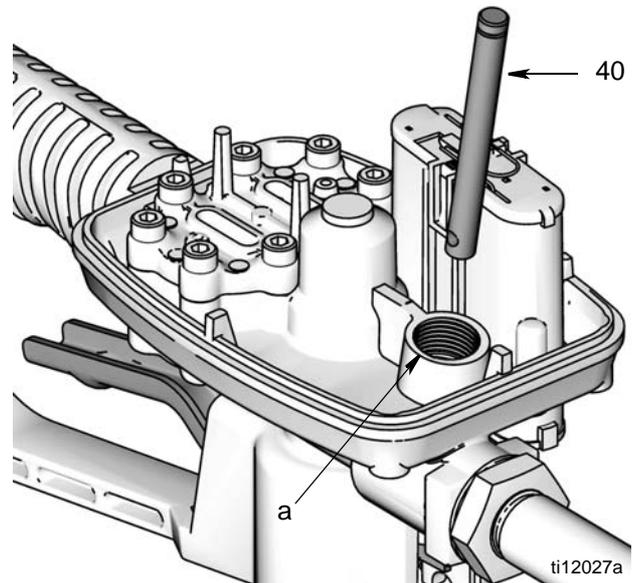

FIG. 21
- b. Retire la carcasa del medidor de la prensa de tornillo. Voltéela y vuelva a asegurarla en la prensa de tornillo. Inserte la varilla de disparo (40) en la abertura (a) de la carcasa del medidor (FIG. 21).